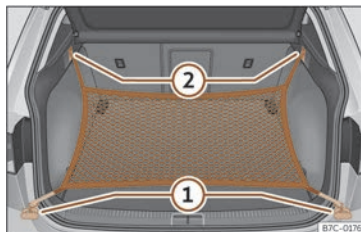

Fig. 113 Al maleter:argolles (1) i ganxos (2) per enganxar la bossa de xarxa.
- Fixeu els ganxos curts de la xarxa a les anelles d'amarratge»» fig. 113 (1) »» . La cremallera de la bossa ha de quedar cap amunt.
- Fixeu les cintes als ganxos per penjar bosses (2).